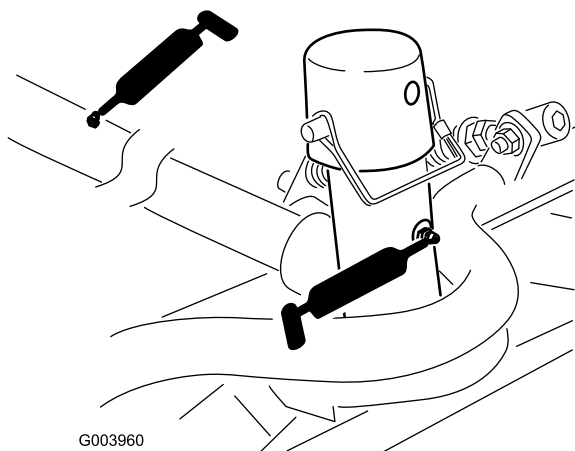

Figura 63
- Telaio portante e perno degli elementi di taglio (2 cad.) (Figura 63)